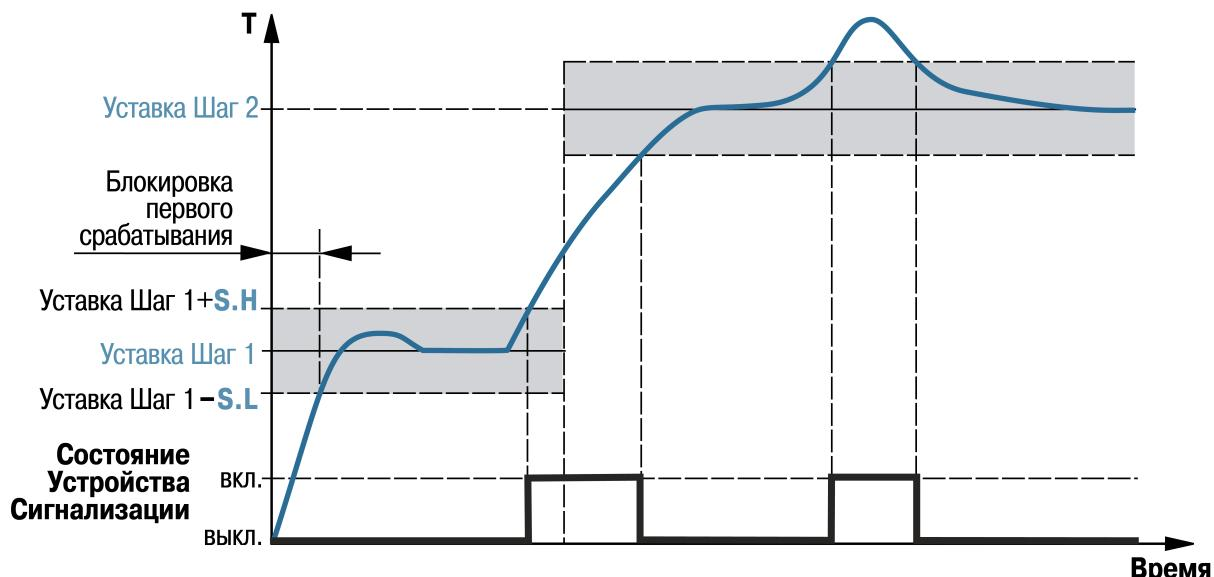

Рисунок 10.22 – Пример логики работы и блокировки срабатывания устройства сигнализации для U-образной логике
- В случае выхода регулируемой величины за заданные пределы — U-образная логика (**SIG.t = S.otn**) (см. рисунок 10.22).